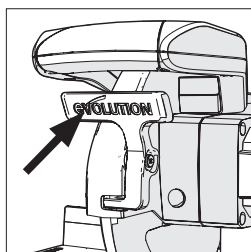

Fig. 18
- Pressione a alavanca de bloqueio do resguardo de proteção inferior para desengatar a cabeça da serra (**Fig. 18**)